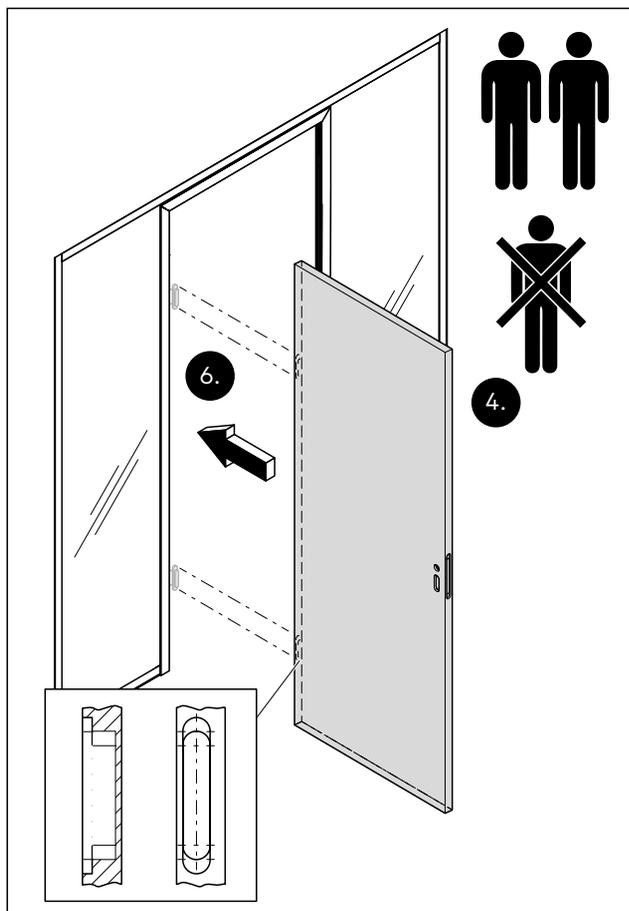

Abb. 46 Die Holztür mit den TECTUS-Türbändern an die Zarge montieren
4. Die Holztür zu zweit anheben und in die Montageposition bringen (Abb. 46).